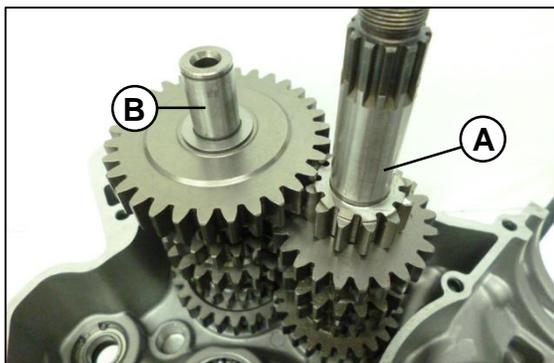

Fig. 12
Remueva el eje de clutch (A) y secundario o eje de salida (B) al mismo tiempo para un desensamble exitoso. **Fig. 12**